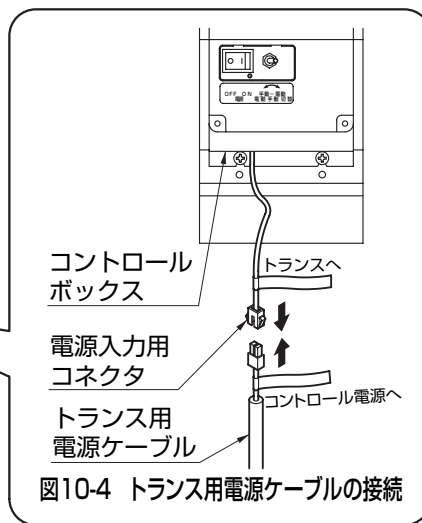

図10-4 トランス用電源ケーブルの接続
- ③ソーラー用電源ケーブルを膜付グロメットの切れ目から通し、トランス入力用コネクタに接続してください。(図10-4参照)
- ④ケーブルの接続が完了したら、電源ユニット到下キャップとコントロールカバーを取付けてください。